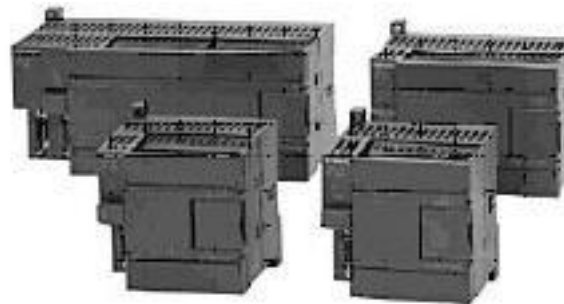

Рис. 2.2. ПЛК семейства *S7-200*
- На рис. 2.2 представлено семейство ПЛК *S7-200*.